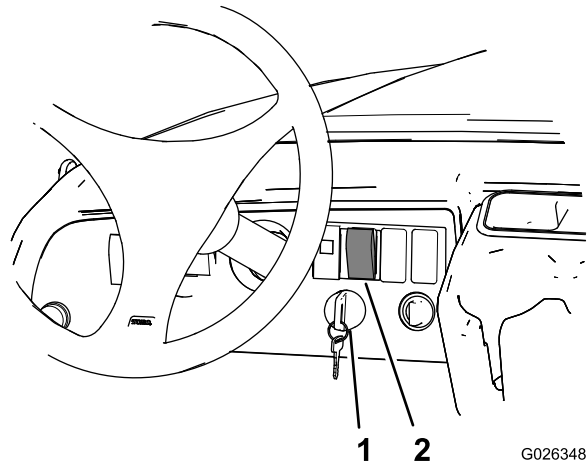

Figura 6
- 1. Girate l'interruttore a chiave in posizione On (Figura 6).
- 2. Premete la metà superiore dell'interruttore di sollevamento del pianale fino a quando il pianale non è completamente sollevato (Figura 6).
- 3. Girate l'interruttore a chiave in posizione Off (Figura 6).
- 7. Girate l'interruttore a chiave in posizione On (Figura 6).
- 8. Premete la metà inferiore dell'interruttore di sollevamento del pianale fino a quando l'attuatore del pianale non è completamente ritratto (Figura 6).
- 9. Girate l'interruttore a chiave in posizione Off (Figura 6).